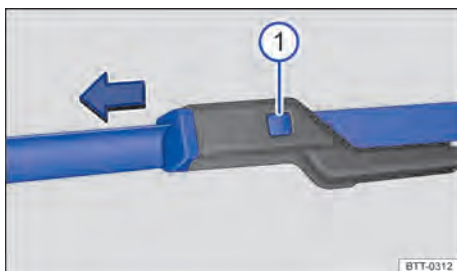

Fig. 173 Substituir as palhetas dos limpadores do para-brisa.
- Manter o botão de destravamento → Fig. 173 ① pressionado e, ao mesmo tempo, retirar a palheta do limpador do para-brisa no sentido da seta.